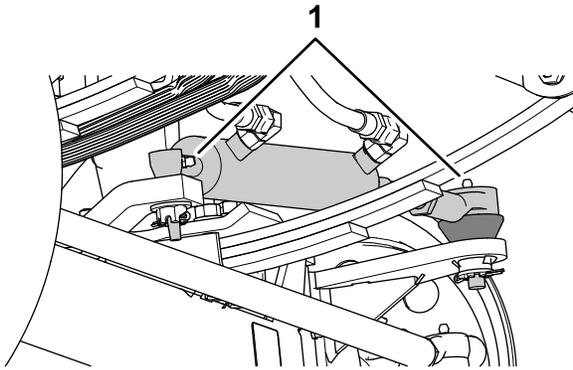
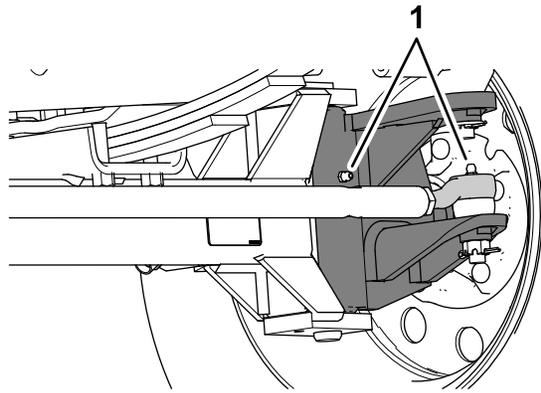

Figura 62
Figura 63
- Limpe os bocais de lubrificação (Figura 62 e Figura 63).
2. Introduza o lubrificante nos bocais de lubrificação (Figura 62 e Figura 63).
Nota: As posições dos bocais de lubrificação estão ilustradas na Figura 62.